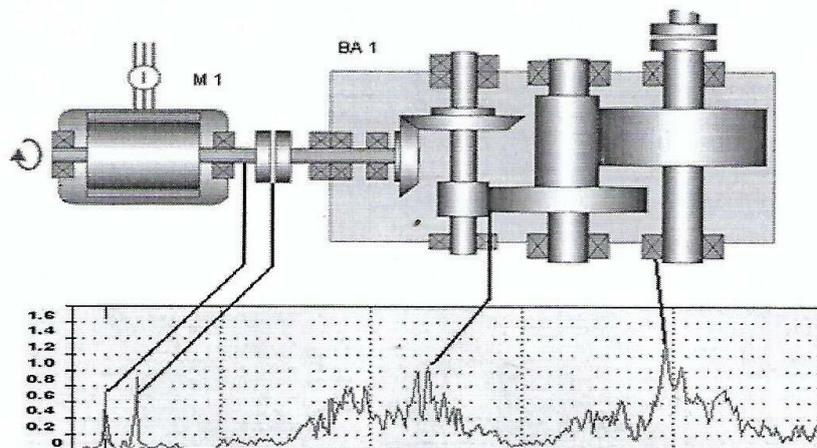

Figure 18 : Signature fréquentielle d'un train d'engrenages entraîné par un moteur
2. **Mesure des vibrations** (niveau, fréquence), bruits et jeux mécaniques ; toutes les machines, et particulièrement les machines tournantes, vibrent et le spectre des fréquences de leurs vibrations a un profil très particulier lorsqu'elles sont en état de bon fonctionnement (figure 18).